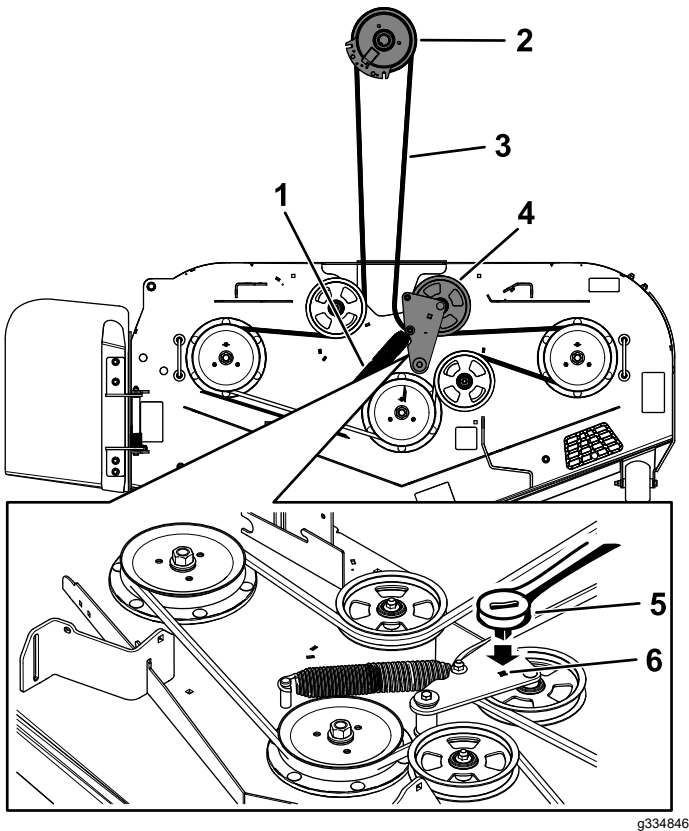

Figura 67
5. Utilice una llave de carraca de $\frac{3}{8}$ " en el orificio cuadrado del brazo tensor para aliviar la tensión del muelle tensor (Figura 67).
7. Instale la guía de la correa en el brazo tensor tensado con muelle (Figura 67).
9. Pase la correa nueva alrededor de las poleas del cortacésped y de la polea del embrague, debajo del motor (Figura 67).
10. Instale la guía de la correa en el brazo tensor (Figura 67).
11. Utilizando la llave de carraca de $\frac{3}{8}$ " en el orificio cuadrado, instale el muelle tensor (Figura 67).